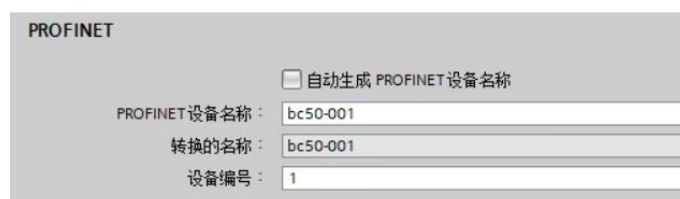

Fig 74. PLC Profinet-为 BC50 读码器手动命名
6. 如 Fig 74 所示, 取消“自动生成 PROFINET 设备名称”, 手动为 BC50 命名 (如图中设为 BC50-001), 以便与其他设备区分。